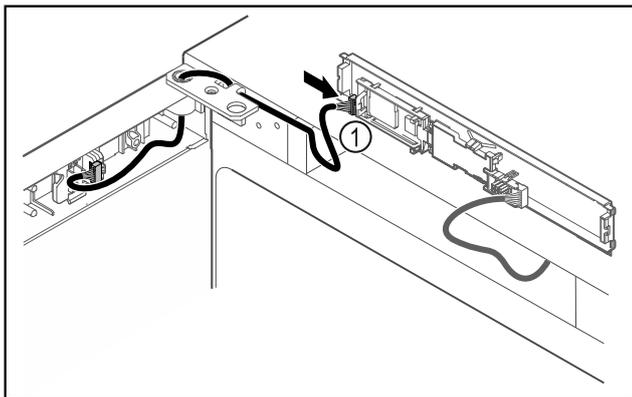

Fig. 44
- ▶ Brancher le connecteur Fig. 44 (1) sur la platine.